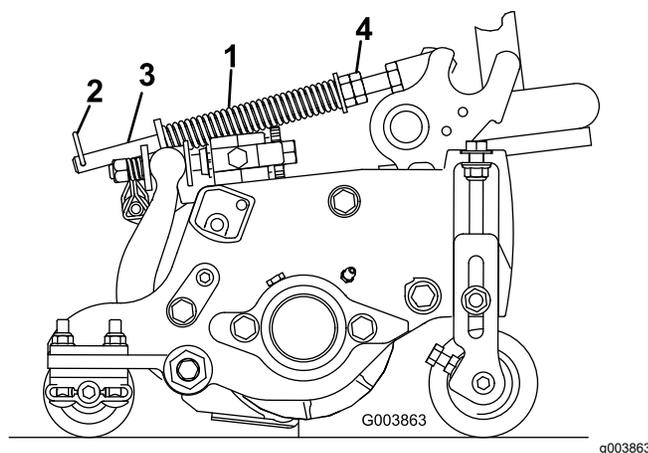

Figure 51
Le ressort de compensation (Figure 51) transfère le poids du rouleau avant au rouleau arrière. Cela évite la formation d'ondulations à la surface de la pelouse.
1. Vérifiez que la goupille fendue est insérée dans le trou de la tige de ressort (Figure 51).
2. Serrez les écrous hexagonaux à l'extrémité avant de la tige de ressort jusqu'à ce que la longueur du ressort comprimé soit égale à 16 cm (6,25 po); voir Figure 51).